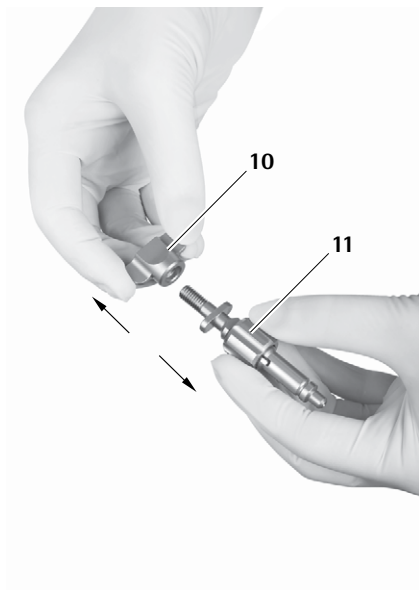

Fig. 17
- Svitare il dado ad alette 10 dell'adattatore braccio di tenuta 11, vedere Fig. 17.